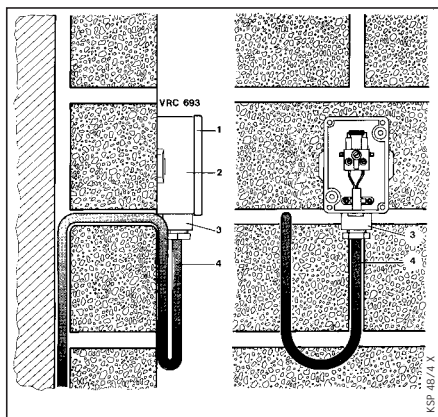

Рис. 3.5 Монтаж датчика наружной температуры.
- Датчик должен крепиться на стене здания в монтажном положении, показанном на рис. 3.5 "Монтаж датчика наружной температуры". Ввод кабеля (3) должен располагаться снизу.
- Соединительный кабель минимальным сечением $2 \times 0,75 \text{ мм}^2$ поставляется монтажной организацией и протягивается снизу через ввод кабеля (3). Не забудьте установить уплотнения на вводе кабеля! Уплотнение выполнено со специальным разрезным сечением, посредством которого внутренний диаметр уплотнения точно соответствует диаметру применяемого кабеля.
Легенда к рис. 3.5